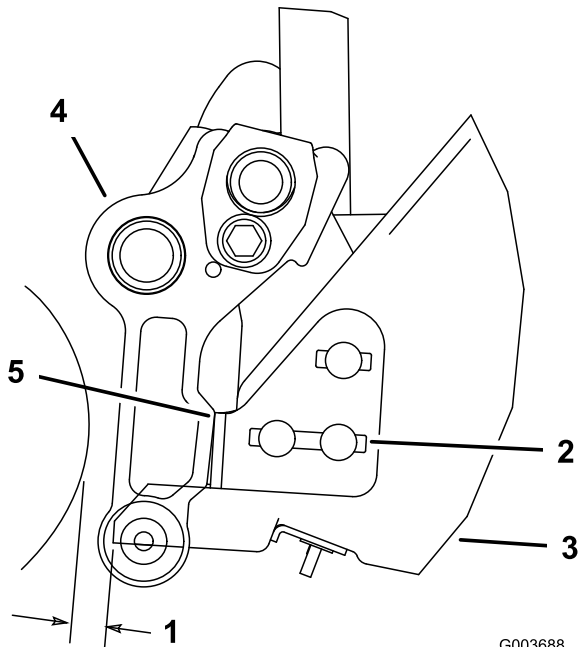

図 13
1. バスケットの左右で、ブラケットストップブラケットをバスケットに固定しているキャリッジボルトのナットをゆるめる 図 13。
2. バスケットの位置を調整するカッピングユニットに対してバスケットが平行であり、リールからバスケットのリップまでの距離が少なくとも6mmあるように調整する 図 13。